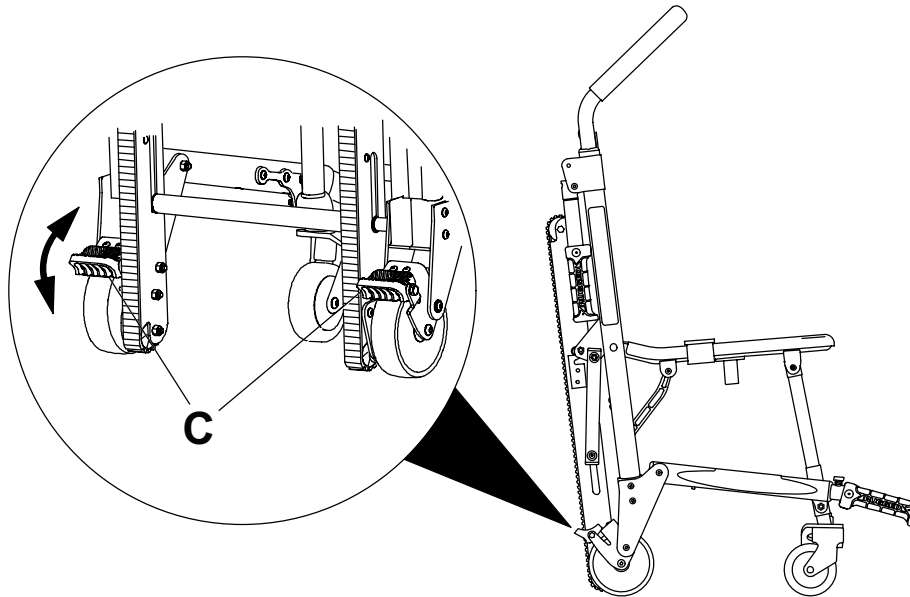

Figura 18 – Frenos de las ruedas
Para aplicar un freno de rueda (C), presione hacia abajo el pedal hasta que se detenga y descance contra la superficie de la rueda (Figura 18).
Para liberar el freno de la rueda (C), presione hacia abajo la parte superior del pedal con el pie o levante el pedal con el dedo del pie (Figura 18). La parte superior del pedal descansará contra la estructura de la rueda giratoria al liberar el freno de la rueda.